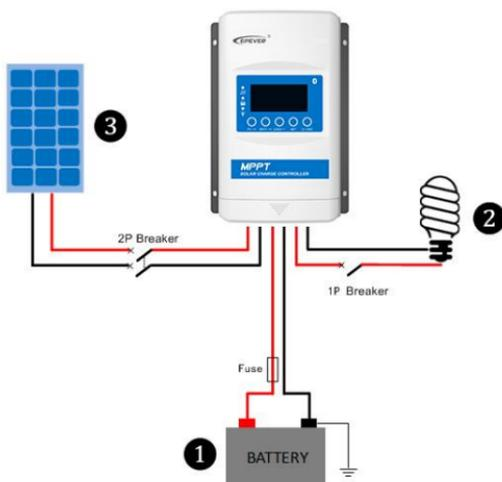

Abbildung 2-2 Schematische Darstellung des Schaltplans
**Schritt 2:** Schließen Sie das System in der Reihenfolge ① Batterie → ② Last → ③ PV-Generator gemäß Abbildung 2-2 "Schematischer Schaltplan" an und trennen Sie das System in umgekehrter Reihenfolge ③②①.